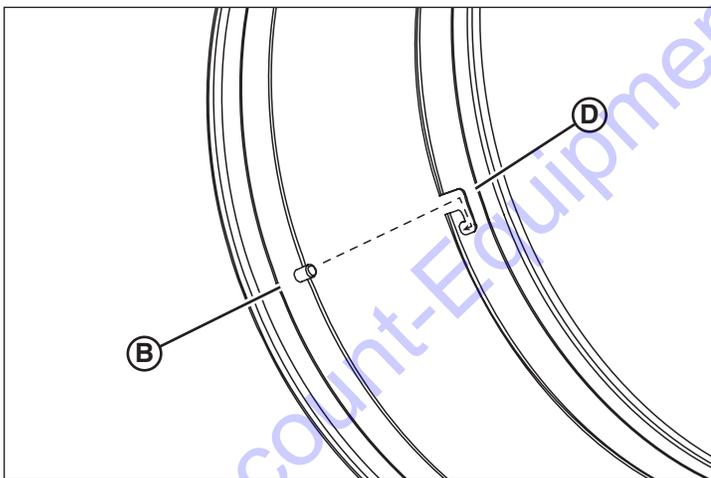

Figure 19
2. Pour fixer la conduite flexible à fermeture automatique, aligner la goupille de verrouillage et la flèche de la bande de raccords (B, Figure 19) avec une fente en J dans la bague de sortie (D). Glisser la bande de raccords à l'intérieur de la bague de sortie aussi profond que possible. Tourner la bande de raccords dans le sens antihoraire jusqu'à la fin de la fente « J », puis tirer pour verrouiller.